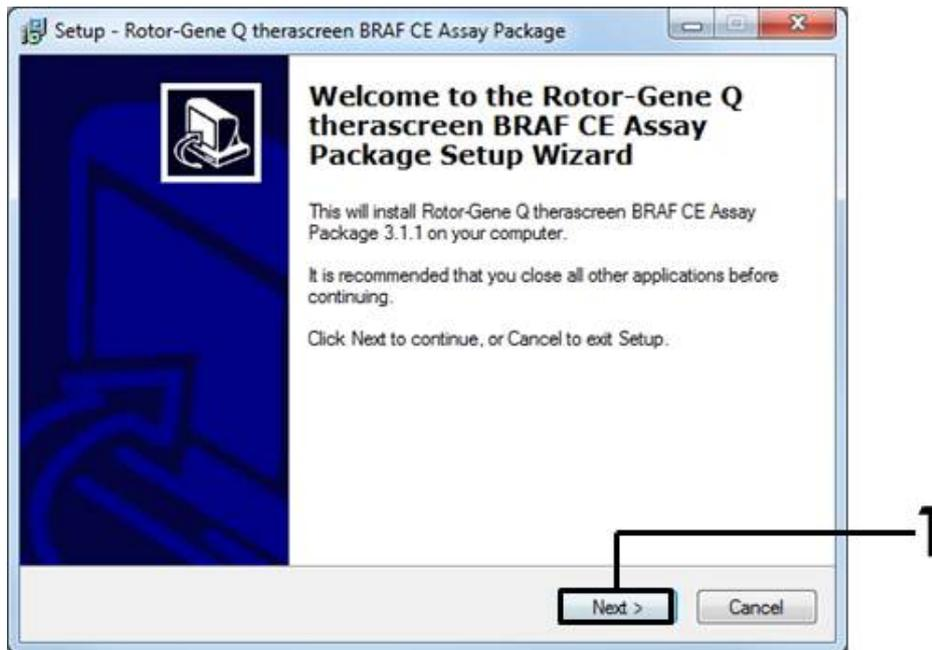

Figure 41. Boîte de dialogue « Setup » (installation) (1 = bouton « Next » (suivant)).
4. L'assistant d'installation s'affiche. Cliquer sur « Next » (suivant) pour continuer (figure 41).